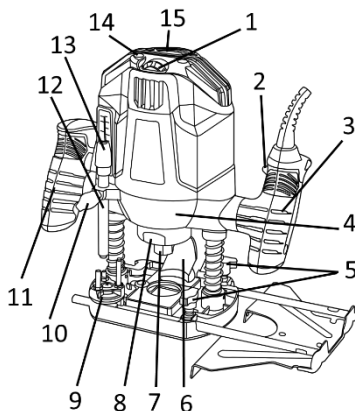

Рисунок 1
### 2.3.2 Увімкнення та вимкнення виробу здійснюється клавішею вимикача 2 (рисунок 1). Кнопка фіксації дозволяє тримати вимикач у увімкнутому стані для режиму тривалої роботи.
### 2.3.3 Фреза в цанговому патроні 7 (рисунок 1) закріплена на валі електропривода (шпинделі).
### 2.3.5 На опорній платформі встановлений 7-ступінчастий упор (9) (рисунок 1) з опорними площадками, які слугують обмеження глибини фрезерування. 7-ступінчастий упор має можливість повороту навколо своєї осі, що дозволяє швидко виконувати зміну глибини фрезерування на 3 мм для кожного кроку.
2.3.7 Швидкість обертання шпинделя змінюється коліщатком регулятора (1) (рисунок 1).
Перевести обмежувач глибини фрезерування (12) (рисунок 1) у положення для максимальної глибини обробки.
3.6.3 Плавню підведіть ріжучий інструмент (фрезу) до поверхні оброблюваного матеріалу, поки обмежувач глибини фрезерування (12) (рисунок 1) не торкнеться нижньої сходинок 7-ступінчастого упору (9) (рисунок 1).